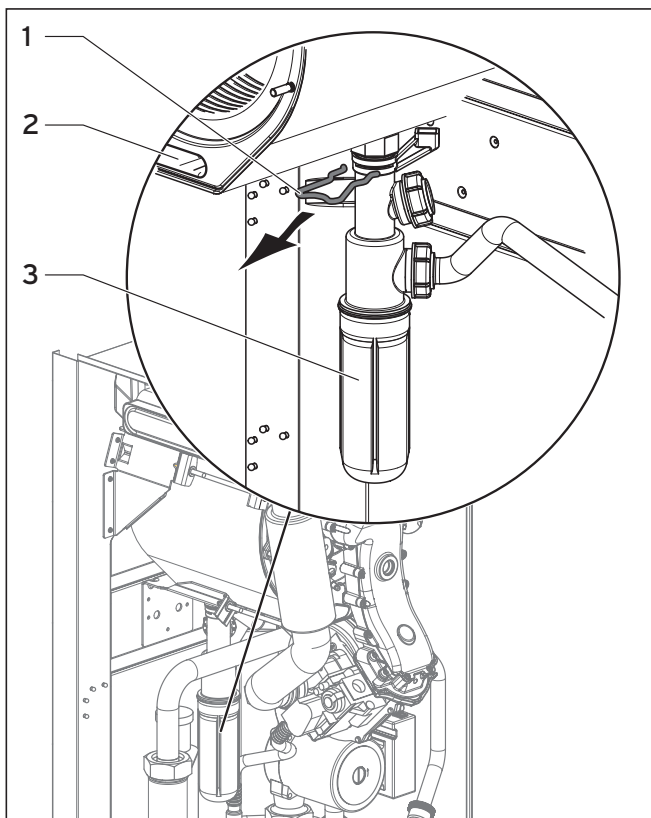

Fig. 7.5 Nettoyage des voies d'eau de condensation
- Dévissez la partie inférieure (3) du siphon d'eau de condensation (voir fig. 7.5).
Afin de nettoyer les voies de condensation, il est possible de retirer le siphon pour eau de condensation en tirant la pince (1, fig. 7.5). Il est ensuite possible d'accéder aux tubes d'écoulement au niveau de l'échangeur thermique.